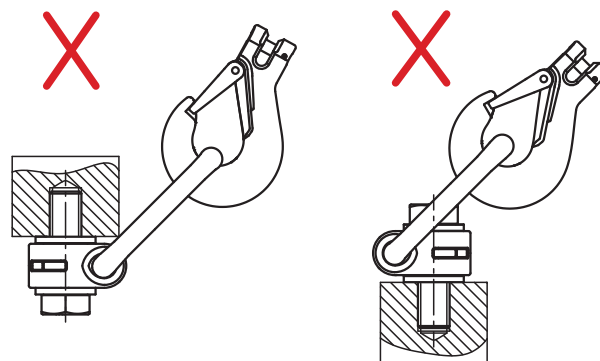

Abbildung 3
- das Glied innerhalb seiner Grenzen immer frei beweglich ist und nicht klemmt, es sollte um 90° drehbar und um 360 ° schwenkbar sein (Abbildung 3).
- Die Anschlagpunkte sind so an der Last anzubringen, dass durch andere Konstruktionsteile das Anschlagmittel nicht umgeleitet wird. Dabei muss berücksichtigt werden, dass eine mögliche Beschädigung des Anschlagmittels durch Konstruktionsteile z.B. scharfe Kanten ausgeschlossen wird. (Abbildung 3)